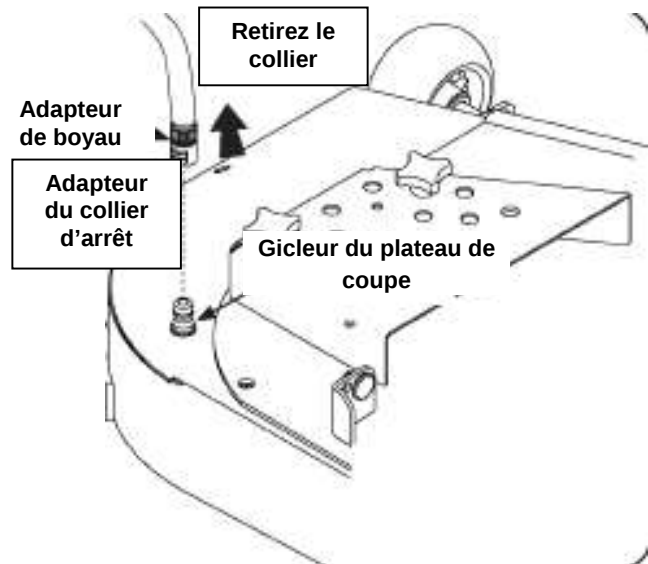

Figure 6-2
3. Tirez le collier d'arrêt de l'adaptateur de boyau et poussez l'adaptateur dans un des adaptateurs de nettoyage du plateau, à une des extrémités du plateau de coupe. Relâchez le collier d'arrêt pour verrouiller l'adaptateur sur le boyau. Consultez la Figure 6-2.